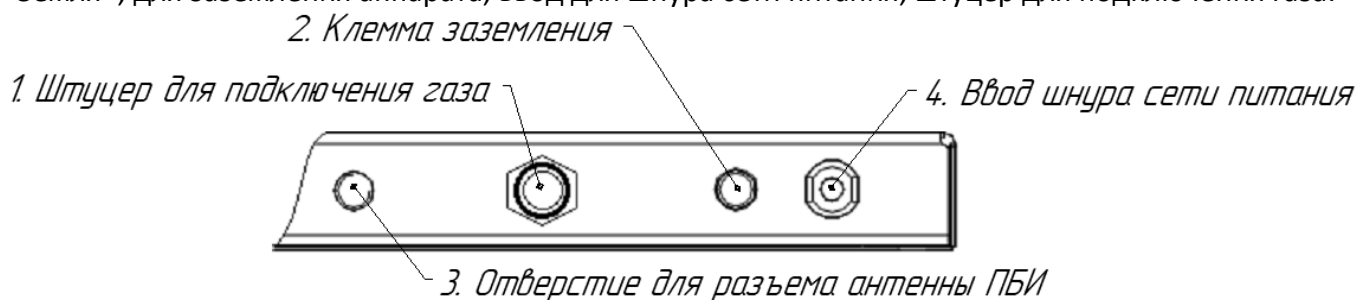

Рисунок 3 – Вид сзади
На задней стенке основания (рисунок 3) находятся: отверстие для установки антенны ПБИ, клемма «Земля», для заземления аппарата, ввод для шнура сети питания, штуцер для подключения газа.
3.1.2 Если аппарат эксплуатируется совместно с ПБИ¹, подключить к разъёму, установленному в отверстие для антенны ПБИ (рисунок 3 на странице 5), антенну из комплекта принадлежностей.
3.1.3 Заземлить аппарат подключением к клемме заземления (рисунок 3 на странице 5). В качестве шины заземления использовать контур заземления.